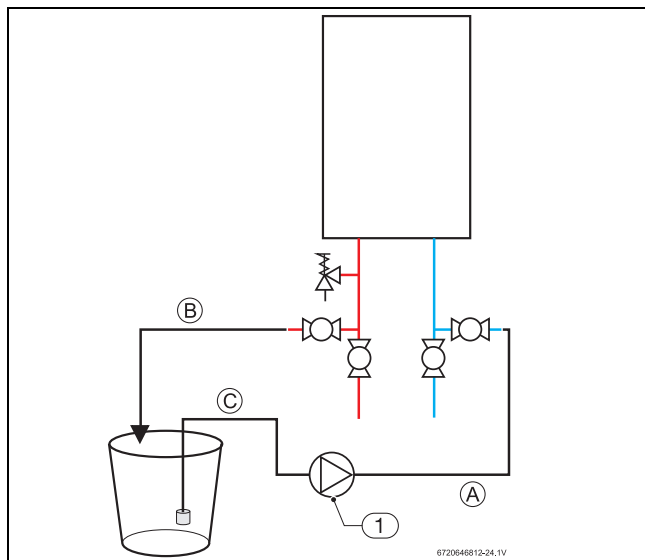

Fig. 62
- Raccorder une conduite (A) de la sortie de la pompe de circulation (fournie par l'installateur) vers le raccord-union d'entrée de l'eau sur le chauffe-eau (voir fig. 62.)
- À l'aide d'une autre conduite (B), brancher le raccord-union de sortie de l'eau sur le chauffe-eau. Placer l'autre extrémité de cette conduite dans un réservoir de détartrage.
- À l'aide d'une 3e conduite (C) provenant du réservoir de détartrage, raccorder le côté d'entrée de la pompe de circulation. Installer un filtre sur l'extrémité de la conduite placée dans le réservoir de détartrage.